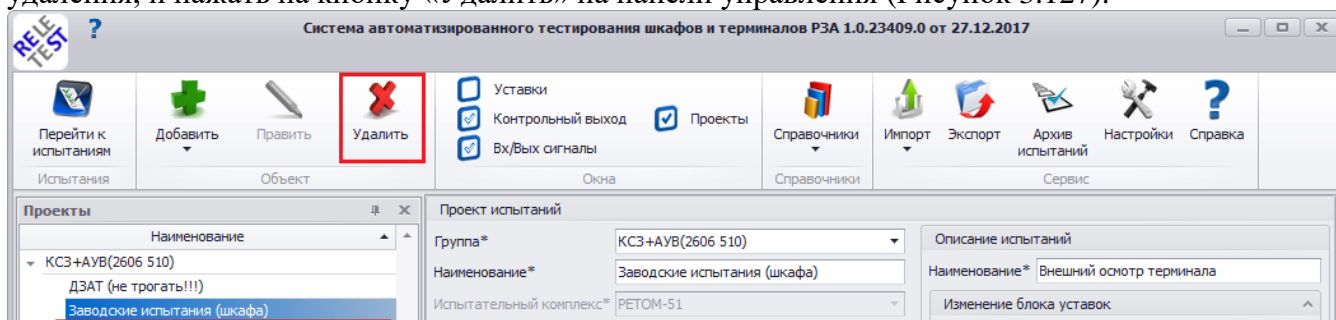

Рисунок 3.127
- в мобильном окне «Проекты» левой клавишей мыши выделить проект, требующий удаления, и нажать на кнопку «Удалить» на панели управления (Рисунок 3.127).